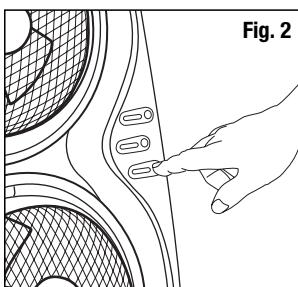

Fig. 2
- Chaque ventilateur fonctionne indépendamment. Pour mettre les ventilateurs en marche : appuyer une fois sur le bouton de commande pour faire fonctionner le ventilateur à vitesse élevée (II). Appuyer une seconde fois pour passer à la vitesse basse (I). Appuyer une troisième fois pour arrêter le ventilateur (Fig. 2).